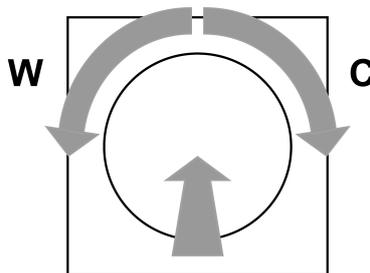

рисунок 2
При сохранении цветовой температуры убедитесь в том, что последнее вращение должно быть выполнено нажатой кнопкой управления (см. рисунок 2) влево для максимально теплой цветовой температуры (W) и вправо для минимально холодной цветовой температуры (C).
- Поворачивайте нажатую кнопку управления влево (W) до тех пор, пока не будет достигнута максимально теплая цветочная температура, и удерживайте в этом положении более 10 секунд.